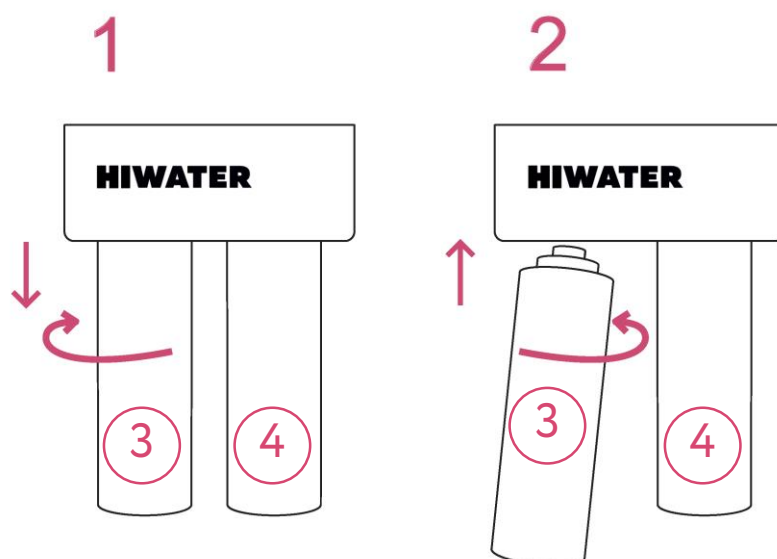

Рисунок 10
4. Поверните картридж по часовой стрелке и потяните вниз рисунок 10 (1).
5. Установите новый картридж в резьбовое соединение и поверните против часовой стрелки до упора рисунок 10 (2). **Подпишите дату установки картриджа в специальное окно.**